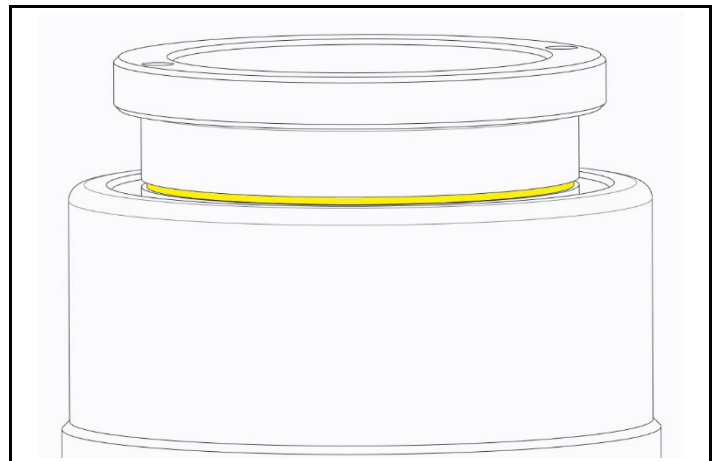

Fig. 2.1 Kolvens indikatorspår
**OBS** Det finns ett gult indikatorspår runt kolvens topp som visar att sträckaren har uppnått dess maximala slaglängd. Om linjen kan ses, stoppa pumpen och sluta trycksätta verktyget/verktygen. Muttern/muttrarna måste dras åt och verktyget/verktygen dras tillbaka innan du fortsätter. (Fig. 2.1)